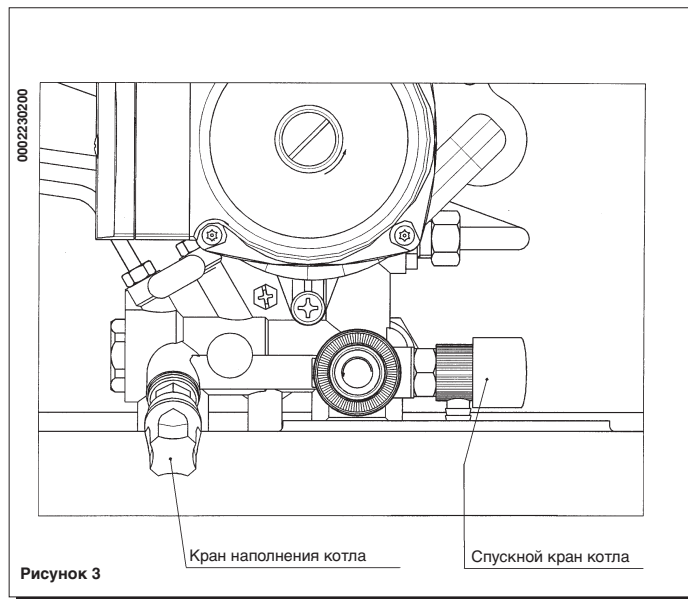

Рисунок 3
Важно - Периодически проверять, что давление по манометру (14) при холодной установке было в пределах 0,5 - 1 бар. В случае повышенного давления, открыть спускной кран котла. В случае пониженного давления, открыть кран наполнения котла (см. рис. 3). Советуем открывать этот кран очень медленно с тем, чтобы облегчать выпуск воздуха. По окончании этой операции может потребоваться временный перевод переключателя 1 в положение (0), чтобы восстановить нормальные условия работы аппарата.